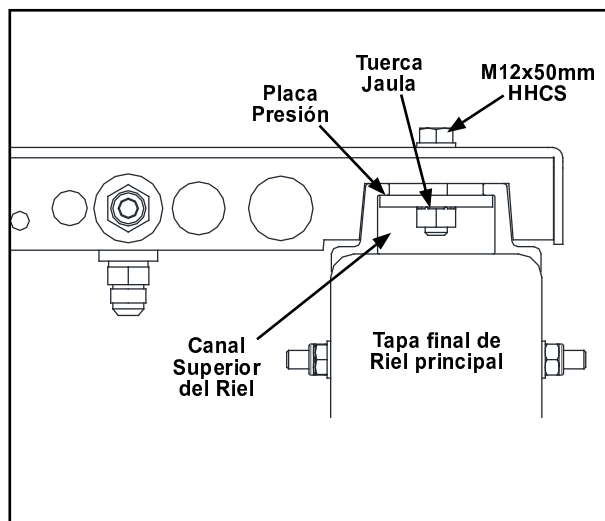
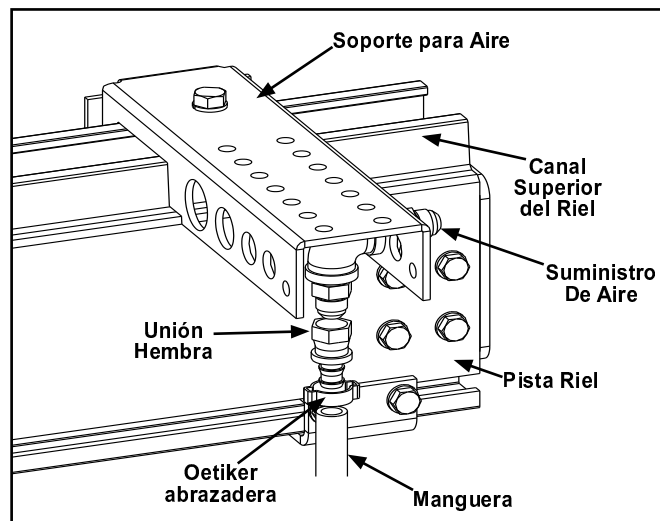

Figura 3-107
Figura 3-108
- Paso 1. Inicie en extremo de Riel más cercano a suministro de aire de la planta. Adjunte soporte al riel aflojando la tuerca de Jaula y deslizando el soporte del riel en el canal superior del riel. Vea Figura 3-107 y Figura 3-108.